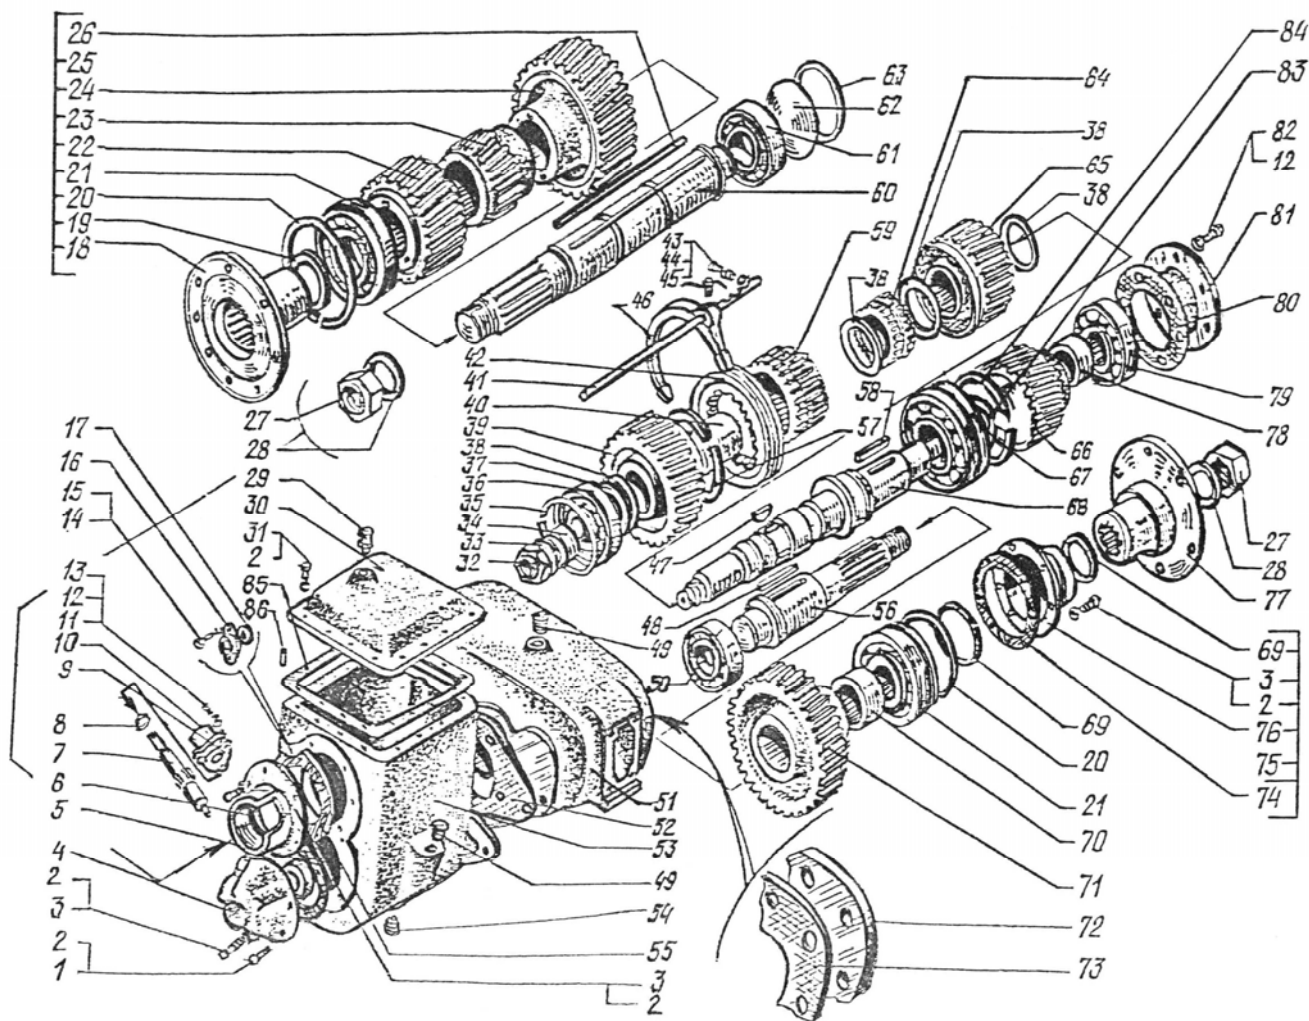

Рис.25. Промежуточная опора – двухступенчатый редуктор:
**Промежуточная опора** (рис.25) предназначена для подвески карданного вала среднего моста, а также используется для обеспечения отбора мощности для привода специального оборудования, установленного на автомобиле потребителем.
2. Отвернуть гайки 27 (рис.25) и снять фланцы 18 и 77.